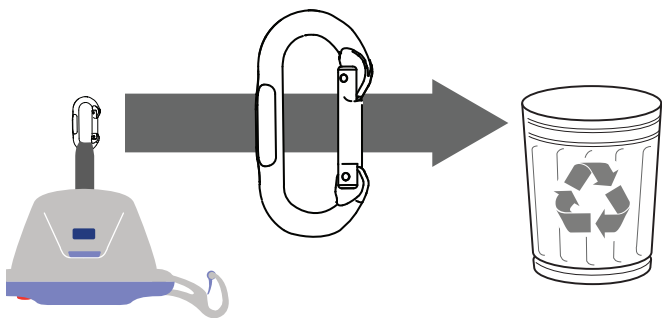

Fig. 1
1. Hvis aktuelt, fjernes den eksisterende enfunksjons karabinkroken fra Reacher og/eller løfteremmen. Kasserer på egnet måte. Se Fig. 1.